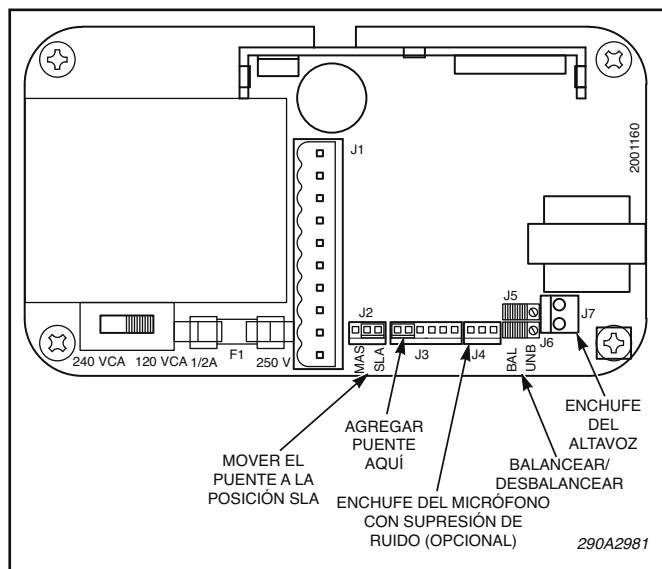

Figura 1.
2. Vea la Figura 1. Para retirar el panel frontal, desenchufe los cables/conector del panel frontal del circuito impreso (J3).
3. El intercomunicador se configura en fábrica en el modo maestro (MAS). Para configurarlo en modo esclavo (SLA), use una pinza larga y mueva el mini-puente en J2 desde la posición MAS a la posición SLA (vea la figura 1).
4. Vea la figura 1. Instale el mini-puente provisto en J3. Este puente reemplaza el control de volumen y permite conmutar el intercomunicador, a través de las líneas de control remoto, en modo maestro con volumen alto.